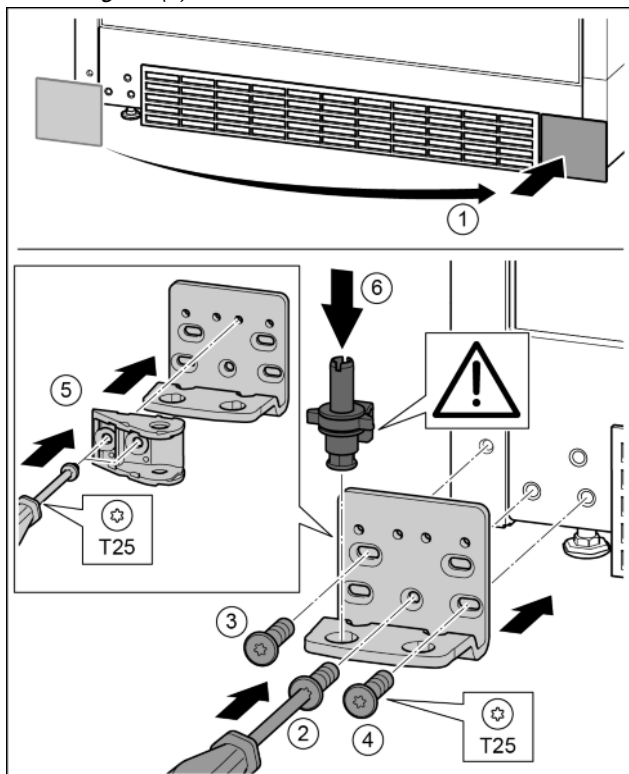

Fig. 30
- ▶ Снять крышку и поставить с другой стороны. Fig. 30 (1)
- ▶ Установить опорный кронштейн с другой стороны и прикрутить с помощью отвертки T25. Начинать с винта 2 в центре. Fig. 30 (2)
- ▶ Затянуть винты 3 и 4. Fig. 30 (3, 4)
- ▶ Повернуть соединительный элемент амортизатора закрывания дверей на 180°. Прикрутить с другой стороны опорного кронштейна с помощью отвертки T25. Fig. 30 (5)
- ▶ Снова установить опорный палец в сборе. При этом следить за тем, чтобы выступ фиксатора был направлен назад. Fig. 30 (6)